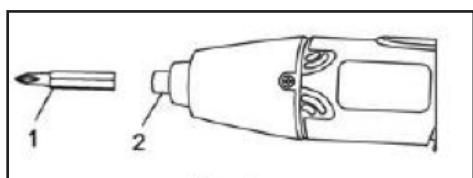

Fig.2
2) Inserte completamente la broca (1) en el colector del destornillador (2) (Fig. 2).